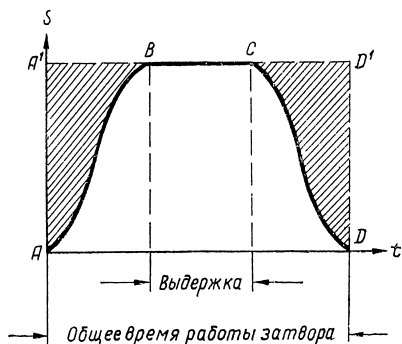

Рис. 5. График работы затвора.
График работы центрального затвора представлен на рис. 5, где по оси абсцисс отложено в масштабе время выдержки (t), а по оси ординат — освещенность (S). Цикл работы затвора называется общим временем работы затвора, или общим временем выдержки (отрезок AD). Время, в течение которого лепестки затвора